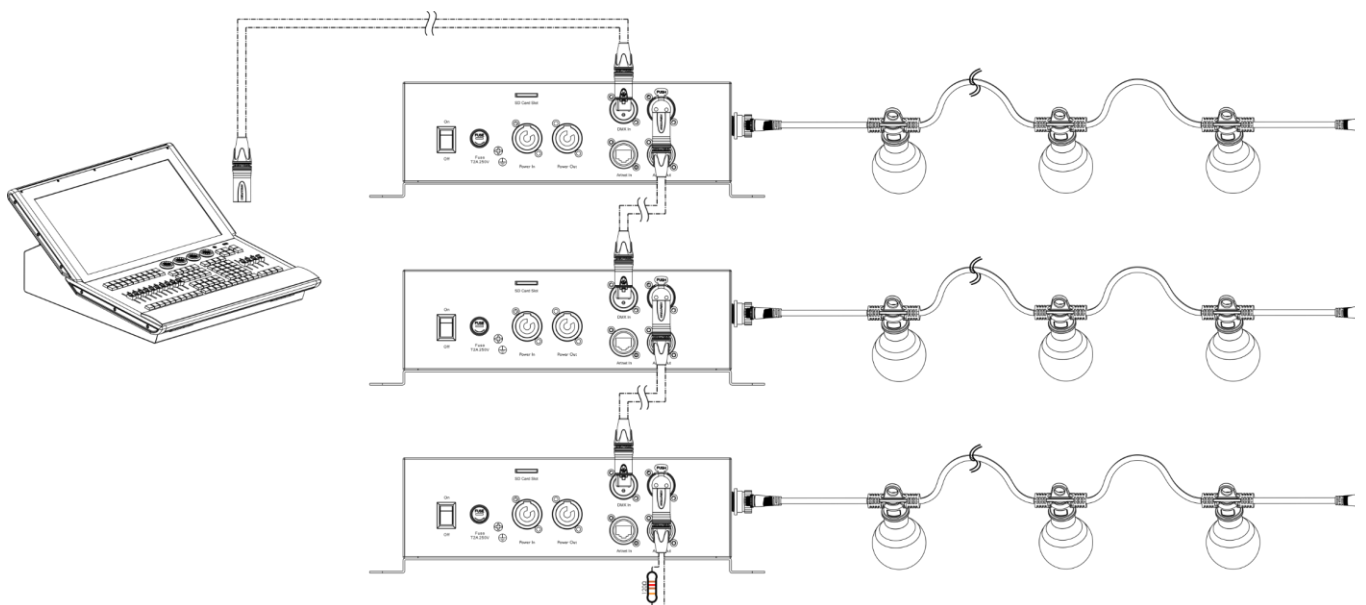

Fig. 07
- 04) Collegare le unità come indicato nella Fig. 07. Collegare un controller luci alla presa DMX "in" del primo dispositivo, servendosi di un cavo DMX. Collegare la presa "out" della prima unità alla presa "in" della seconda unità, servendosi di un cavo di DMX. Ripetere questo processo per collegare il resto delle unità.